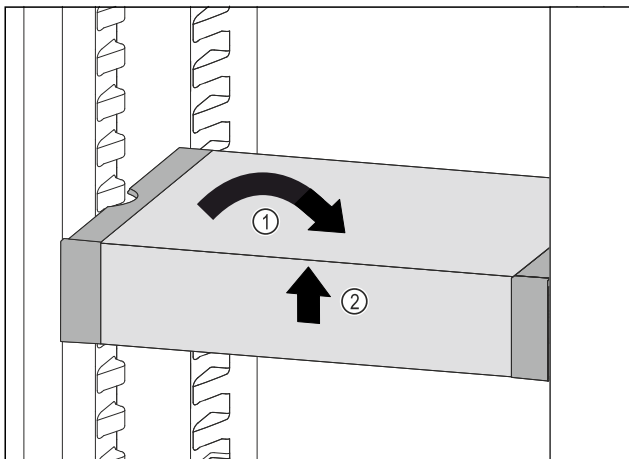

Fig. 88
- ▶ Установите VarioSafe прямо. *Fig. 88 (1)*
- ▶ Приподнимите VarioSafe спереди. *Fig. 88 (2)*